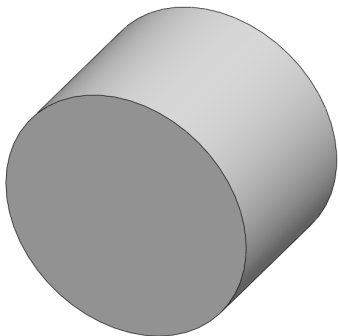

图 16-3 创建拉伸凸台特征
(3) 退出草图绘制环境, 单击【拉伸凸台/基体】按钮, 选择新绘制的草图, 弹出【凸台-拉伸】属性管理器, 设置【深度】为 40, 单击【确定】按钮, 即可创建拉伸凸台特征, 效果如图 16-3 所示。